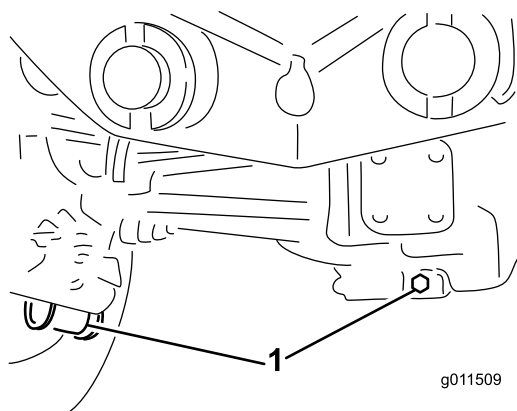

Figura 64
2. Limpie la zona alrededor de los tres tapones de vaciado, uno en cada extremo y uno en el centro (Figura 64).